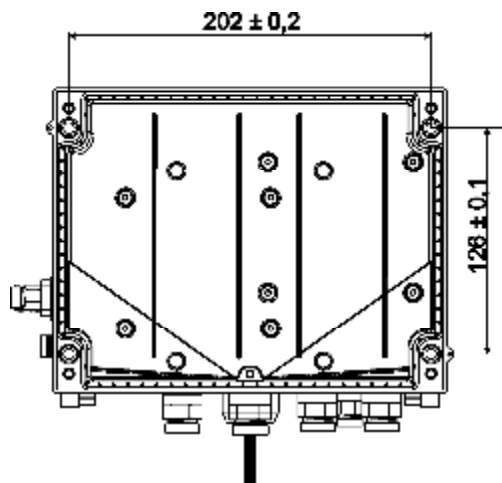

Fig. 7
1. Praticare quattro fori nelle posizioni previste sulla parete (vedere le misure in Fig. 7).